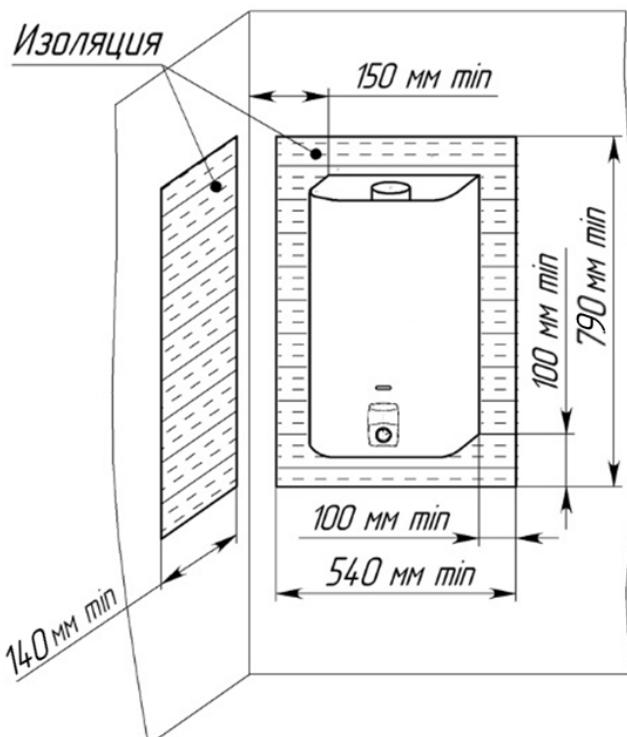

Рисунок 3. Установка аппарата на трудносгораемых стенах
7.1.4. Допускается установка аппарата на трудносгораемых стенах при условии изоляции стены оцинкованным листом толщиной 0,8...1 мм по листу базальтового теплоизоляционного картона БТК толщиной 3...5 мм. Изоляция стены должна выступать за габариты корпуса аппарата не менее чем на 100 мм с каждой стороны (рис. 3).